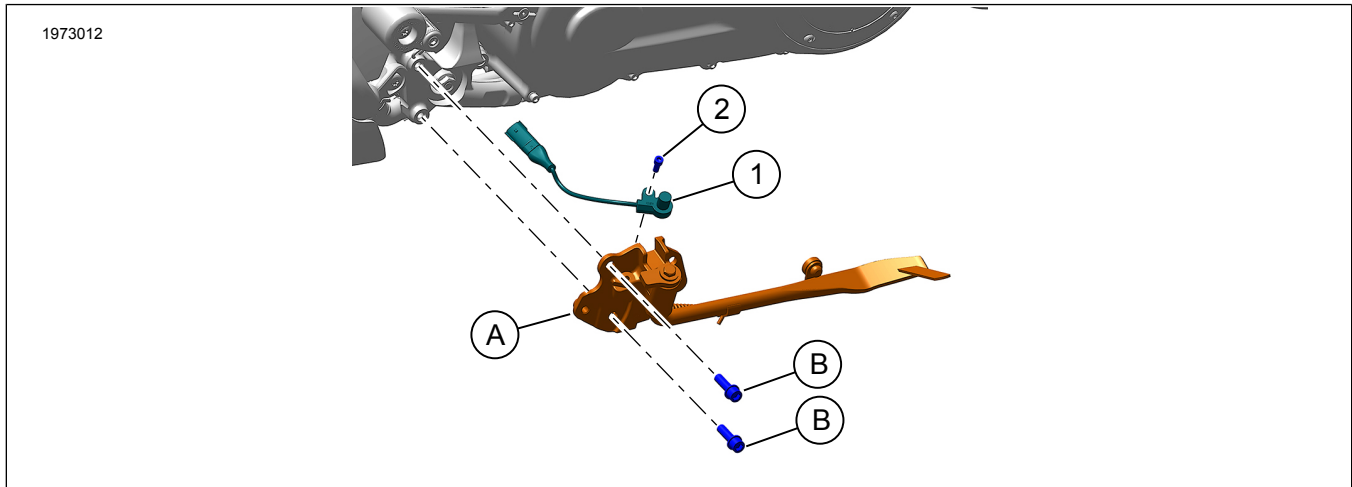

Figure 1. Contenu du kit : Capteur de béquille latérale
1. Voir la figure 1. Enduire la vis (2) de frein filet.